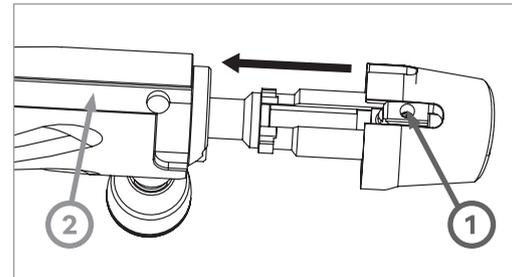

РИС. 39
- ▲ Расположите кулак (поз. 1, РИС. 39) в одну линию с пазом на затворе (поз. 2, РИС. 39).